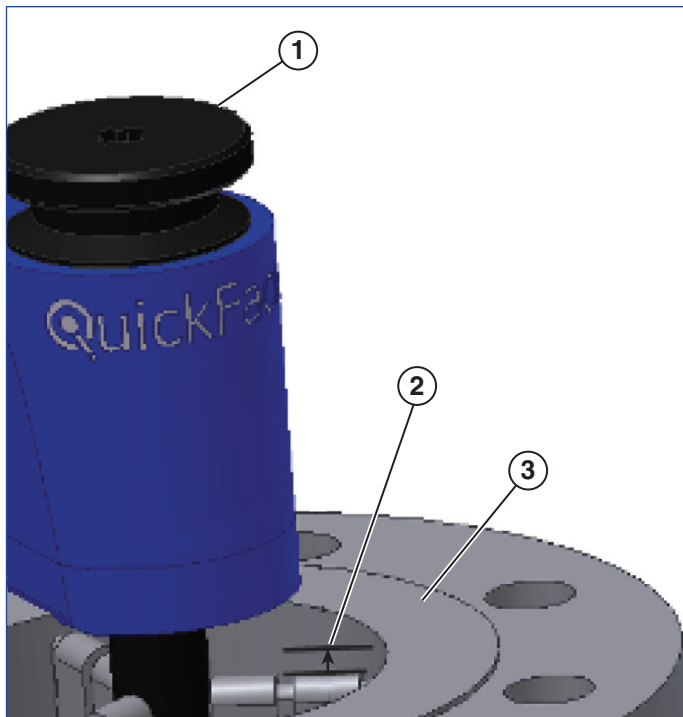

Figura 10
1. Instale la QuickFace en la pieza de trabajo con la parte superior del posicionador, o la extensión de posicionador si es que la usa, unos 3 mm por debajo de la cara de la brida (véase la Figura 10). Gire la maneta de bloqueo del mandril en sentido horario para apretar los posicionadores. Mueva ligeramente la QuickFace hacia adelante y hacia atrás mientras aprieta para asegurarse de que se asienta con firmeza en la pieza de trabajo. Si el mandril de la QuickFace no puede apretarse con firmeza a mano, inserte una llave de carraca en el extremo de la maneta de bloqueo del mandril. **NO APRIETE EN EXCESO LA MANETA DE BLOQUEO DEL MANDRIL O PUEDEN OCASIONARSE DAÑOS.** El mandril estará suficientemente apretado cuando la QuickFace no se mueva al levantarse por el extremo de la carcasa de la caja de engranajes.